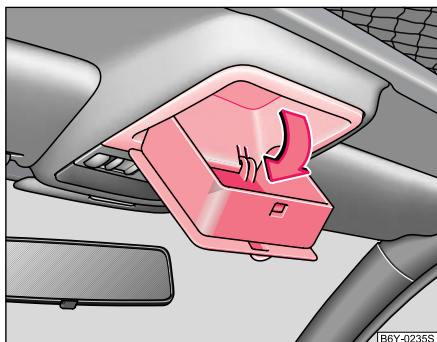

Fig. 170 Partie du revêtement de pavillon : vide-poches rabattable
- Le vide-poches rabattable s'ouvre en le poussant dans le sens de la flèche ⇒ fig. 170.